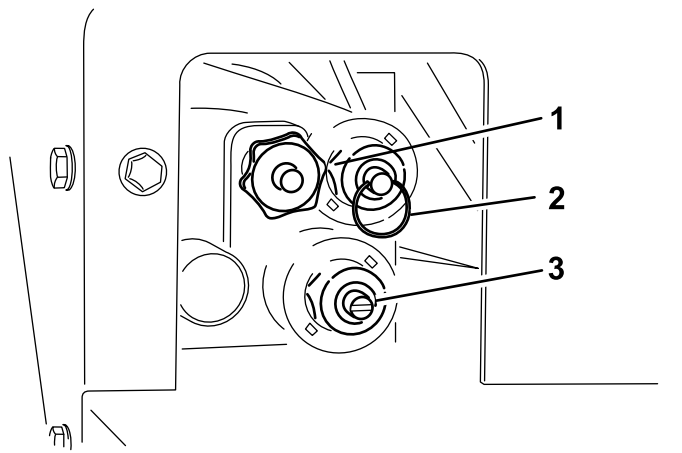

图 26
超控访问位于驾驶员侧的液压系统 图 26。
- 要调整输送带速度 图 26 请顺时针转动调节钮。在颜色代码操作系统中所使用的是最大输送带速度所以可以在没有液压流量的时候进行调整。料斗装满沙子时这一操作非常关键。
- 要提升料斗 (图 26) 请推入气门芯上的环。
- 要降低料斗 (图 26) 请拉出气门芯上的环。
- 要调整甩盘速度图 26 请使用一字螺丝刀顺时针转动增加速度逆时针转动降低速度。